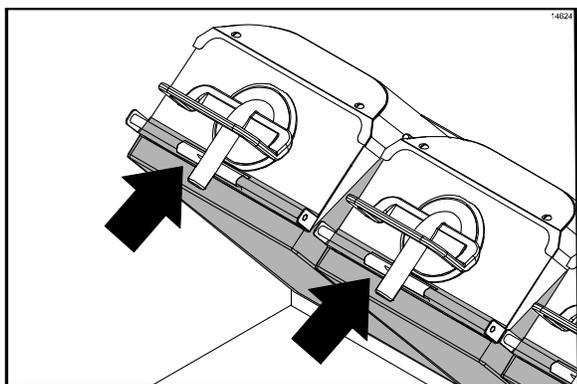

Figura 68
40. Vuelva a instalar las hojas antiadherentes superiores. Sujete las hojas con las pinzas de sujeción y las barras. (Vea la figura 68.)